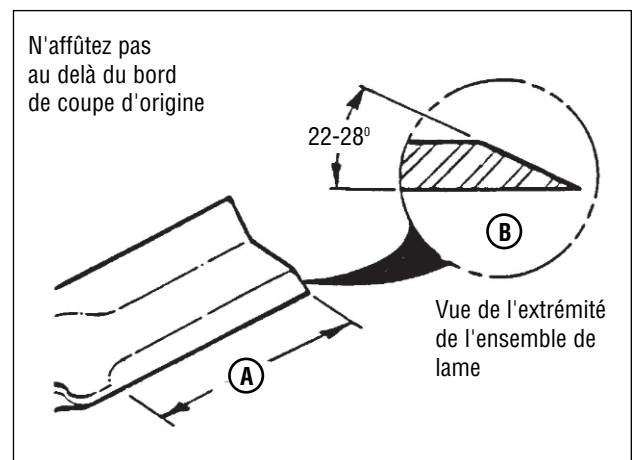

Figure 17 : Affûtage de la lame de tondeuse
- Affûtez la lame sur une meule avec un angle de 22 à 28 degrés (**B, Figure 17**). N'affûtez PAS la lame au-delà du bord de coupe d'origine (**A**).